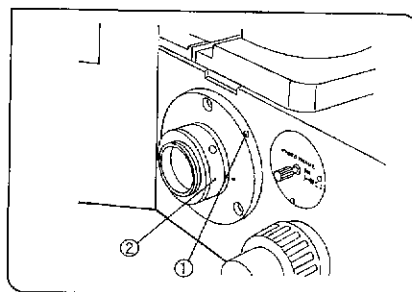

図 109
### 1 サイドポートへのTVアダプタの取付け (図109,110)
- 1) サイドポートの固定ねじ①を六角ドライバでゆるめます。
- 2) TVアダプタ(IX-TVAD)②をサイドポート部にはめ込み、固定ねじ①を締付けます。(図109)
- 2) 固定ねじ①⑤をそれぞれ軽くゆるめます。(図109,110)
- 3) モニタ像を見ながら、U-CMT③又は、U-FMT④を押え、IX-TVAD②を回転させ、ピントが合った位置で①と⑤を締付けます。(図109,110)
次に元の位置にもどして①を締付けます。(図109,110)